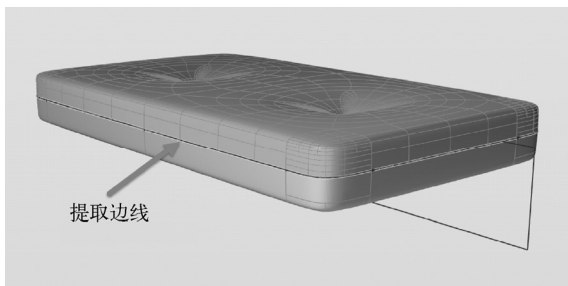

图 7-32 提取一条边线
3) 激活“提取曲线”工具, 提取修剪后的下半部分曲面边线, 如图 7-32 所示。